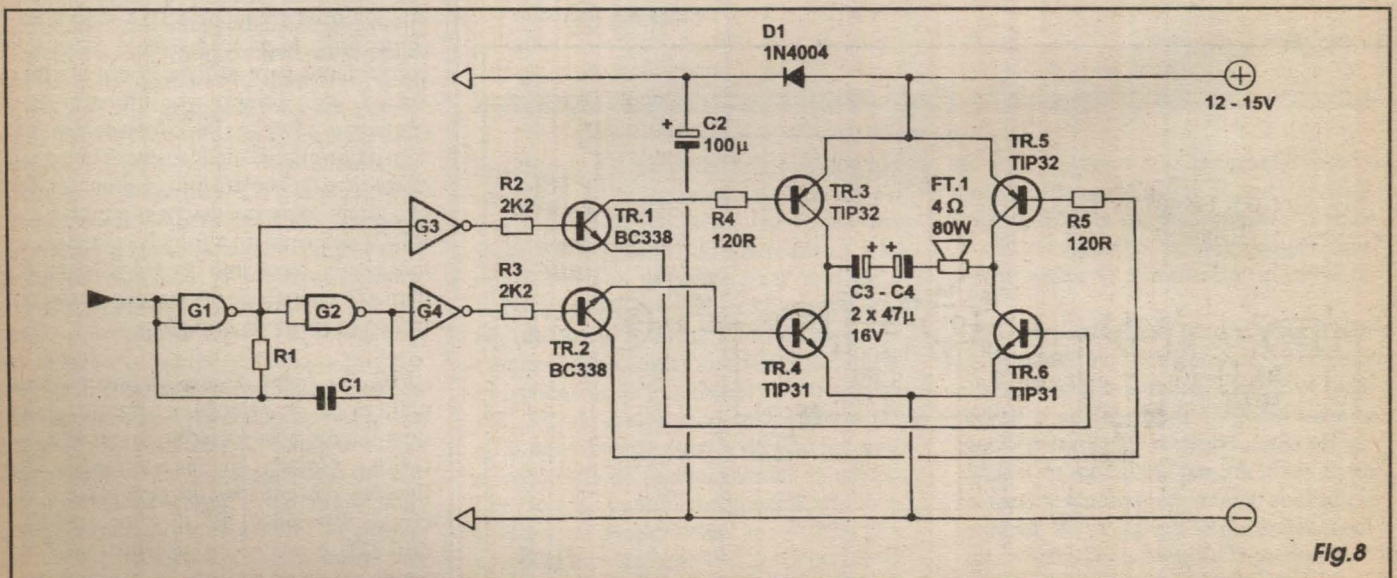

Fig.8
- FIG. 8 - E quando *neguinho* quiser mesmo *arreçar*, fazer o quartirão todo ouvir o som gerado...? Aí a solução é usar o módulo de amplificação em ponte, com diagrama esquemático mostrado na figura, o qual, sob alimentação de 15V (corrente disponível de - no mínimo - 5A...) gerará até 80 watts de potência final! Observar que, devido às suas necessidades de excitação em contrafase, o módulo amplificador é melhor acionado através de um arranjo básico muito parecido com o mostrado no início da presente aula (FIG. 1...). A frequência do tom, conforme já explicado, depende dos valores de R1 e C1... D1 e C2 desacoplam a alimentação do astável, desvinculando-a das linhas de energia pra o módulo de potência, evitando que transientes de tensão e corrente gerados neste último possam interferir com o trabalho do oscilador. Os quatro transístores de saída (TR3, TR4, TR5 e TR6...) precisam de substanciais dissipadores de calor e o alto-falante deve ser capaz de manejar confortavelmente os 80 watts indicados... O leitor/aluno atento já terá intuído que praticamente qualquer dos arranjos geradores básicos mostrados até agora, na presente *lição*, poderá ser adaptado para uti-
lização com o poderoso módulo de potência de FIG. 8, sempre através de algumas interligações simples... A aplicação básica para o arranjo é em poderosas sirenes ou alarmes a serem utilizadas ao ar livre (caso em que o transdutor - alto-falante - deverá ser do tipo *projedor de som, corneta*, apropriado para uso externo...).